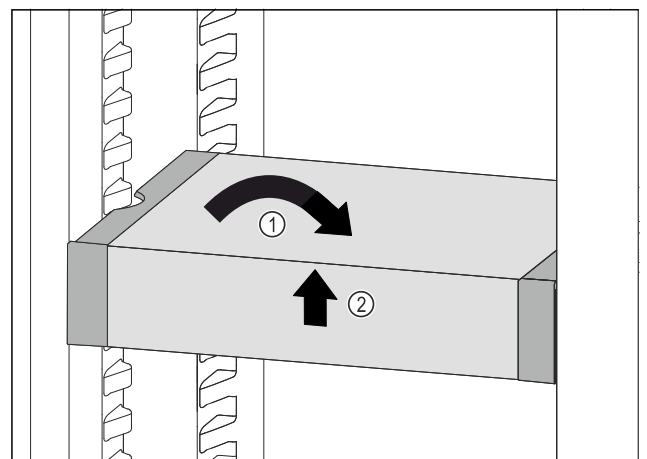

Fig. 88
- ▶ VarioSafe recht zetten. Fig. 88 (1)
- ▶ VarioSafe aan voorkant optillen. *Fig. 88 (2)*